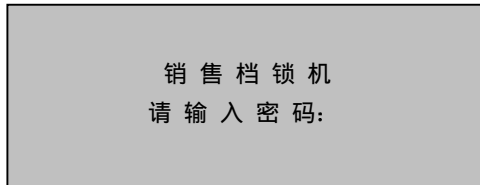

图 6-1
- 1) 在销售初始状态（即收款机显示时间），按“收款员”，则进入收款员锁机状态，如图 6-1 所示；